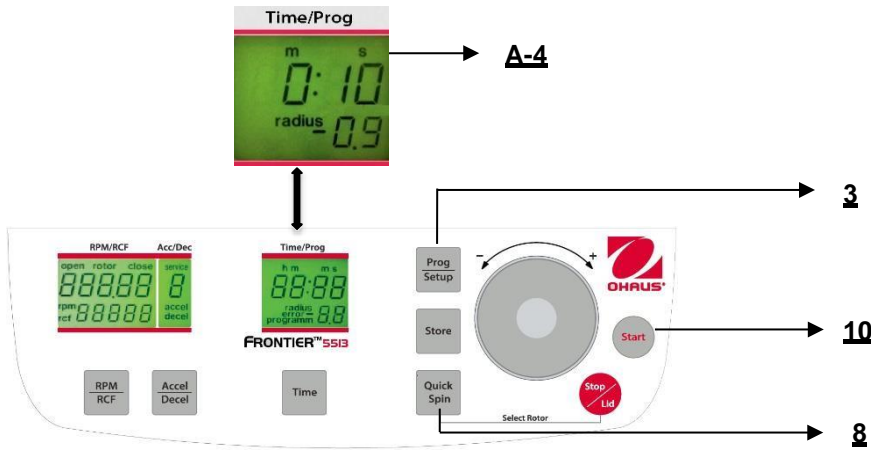

Figura. 24
Puede arrancar la centrifuga ya sea con el botón **"Start"** (10) (vea la Figura 24) o con el botón **"Quick Spin"** (8). Con el botón **"Start"** (10), puede iniciar operaciones almacenadas u operaciones con parámetros preseleccionados manualmente.